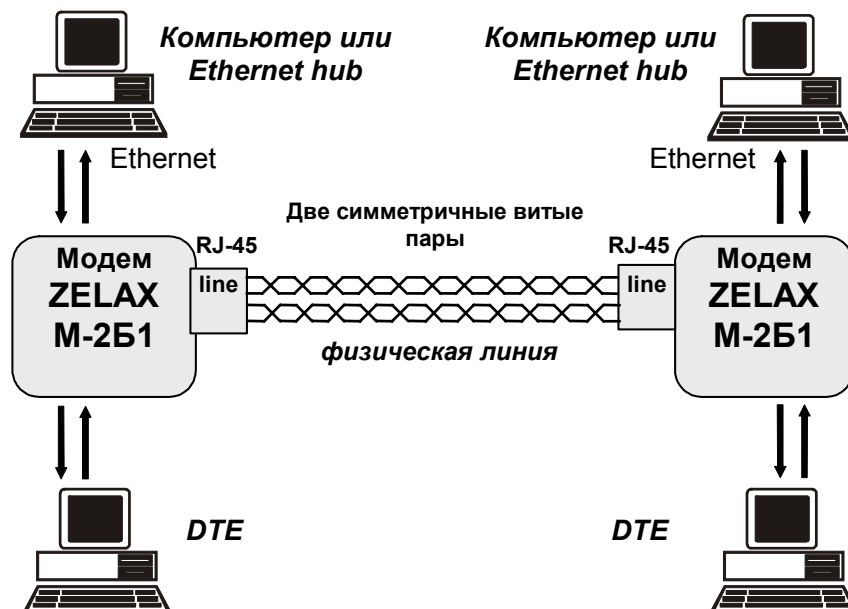

Рис. 10. Схема соединения модемов
Схема соединения модемов для организации дуплексного канала связи приведена на Рис. 10. Назначение контактов линейного разъема приведено в приложении (см. Приложение 1). В качестве линейного разъема применяется восьмиконтактная вилка **RJ-45**.
1. Соединить модемы в соответствии со схемой, приведенной на Рис. 10